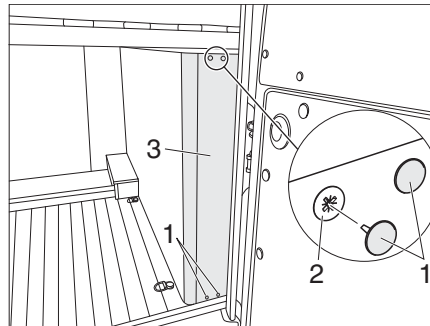

Bild 138 Blende im Fahrzeugheck
Um an die hinteren rechten Fahrzeugleuchten zu gelangen, muss vorher die Blende (Bild 138,3) gelöst werden.
- Vier Schraubenabdeckungen (Aufkleber) (Bild 138,1) abziehen.
- Vier Kreuzschlitzschrauben (Bild 138,2) herausdrehen.
- Blende (Bild 138,3) abnehmen. Die Fahrzeugleuchten sind jetzt zugänglich.